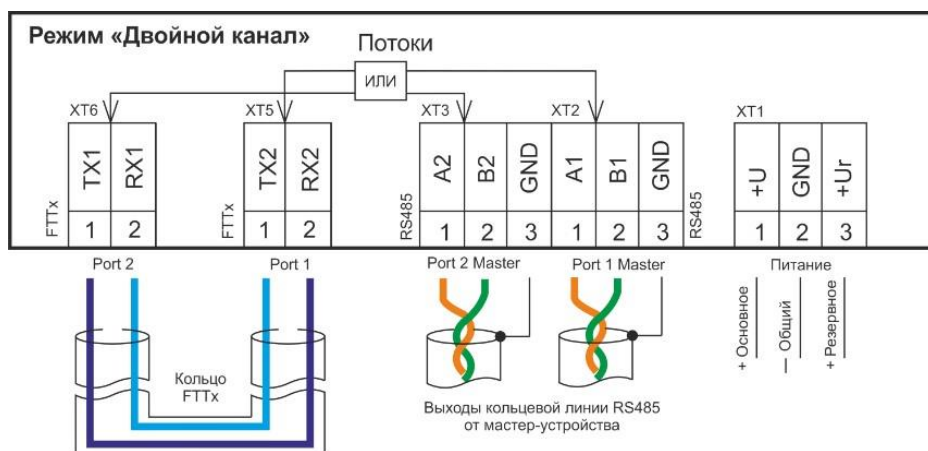

Рис. 66. Схема подключения RS485/FTTx-S-SC в режиме «Двойной канал»
- **Режим «двойной канал»** (см. рисунок 66) предназначен для формирования основной и резервной (кольцевой) оптоволоконной линии связи от мастер-устройств с двумя выходными портами RS485, имеющими возможность осуществлять контроль линии RS485 на обрыв (ОЛС ВПУ-A24/700 и аналогичные).